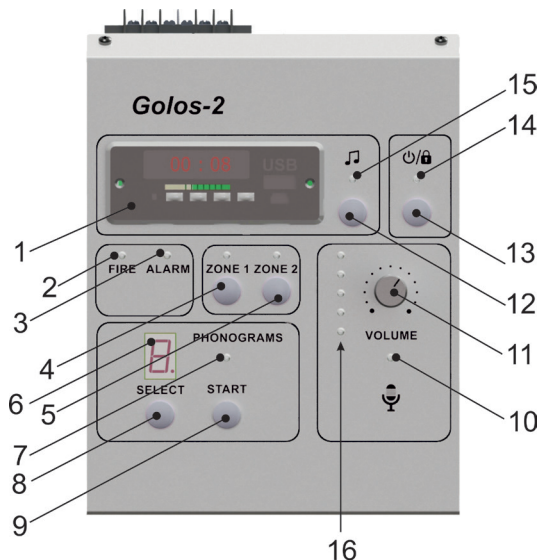
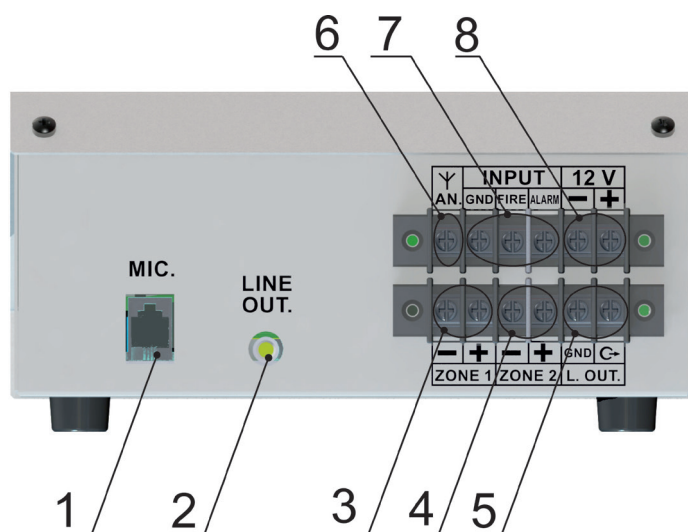

Рисунок 1. Лицевая панель. Органы управления и индикации
Рисунок 2. Тыльная часть основания. Расположение клемм и гнезд для подключения внешних устройств
6.1 Конструктивно пульт выполнен в виде одного функционально законченного блока. Корпус изготовлен из листового металла и состоит из лицевой панели и основания. Внутри корпуса, на основании и на лицевой панели размещены платы с электронными компонентами. На лицевой панели расположены органы управления и индикации, а также медиа плеер (рисунок 1). На тыльной части основания расположены клеммные колодки и гнезда для подключения внешних устройств – ББП, микрофона, акустических систем, устройства, генерирующего тревожные сигналы с выходом типа «открытый коллектор» или «нормально разомкнутые контакты» (рисунок 2).
8.1.1 Замкнуть клеммы «FIRE» и «GND», группы «INPUT» (рисунок 2) и убедиться, что воспроизводится **фонограмма 1**, индицируемая на цифровом дисплее, и воспроизводится на контрольный громкоговоритель и в зоны. При необходимости, произвести регулировку уровня громкости каждого громкоговорителя (в соответствии с паспортами на громкоговорители).
8.1.2 Разомкнуть клеммы «FIRE» и «GND», группы «INPUT» и замкнуть клеммы «ALARM» и «GND», группы «INPUT» (рисунок 2) и убедиться, что воспроизводится **фонограмма 2**, индицируемая на цифровом дисплее, и воспроизводится на контрольный громкоговоритель и в зоны.
8.2.2 Взять микрофон, нажать рычаг («тангенту») на корпусе микрофона и поднести его ближе к источнику звука. Убедиться, что индикатор включения микрофона (, рисунок 1, поз.10) засветился и, произнося произвольную фразу, отрегулировать уровень громкости ручкой (рисунок 1, поз.11) таким образом, чтобы при максимальных уровнях звука светились все индикаторы на светодиодной линейке (рисунок 1, поз.16). Далее выбрать зону оповещения кнопками «ZONE 1» и «ZONE 2» (рисунок 1, поз.4, поз.5) и произнести объявление.
8.3.2 Для трансляции фонограмм сначала кнопкой (рисунок 1, поз.8) выбирается номер фонограммы, который индицируется цифровым дисплеем (рисунок 1, поз.6), включается нужная зона оповещения, а затем, нажатием кнопки (рисунок 1, поз.9), запускается трансляция выбранной фонограммы. Во время звучания фонограммы светится индикатор (рисунок 1, поз.7). По окончании звучания фонограммы индикатор (рисунок 1, поз.7) – гаснет.
8.4.1 Включить медиа плеер, выбрать источник сигнала с медиа плеера (FM- радио, «флешка, смотри «Приложение 1»), включить зоны оповещения, кнопками (рисунок 1, поз.4,5), включить трансляцию в зоны кнопкой (рисунок 1, поз.12).
Для продолжения фоновой музыки необходимо повторно нажать кнопку «», (рисунок 1, поз.12).